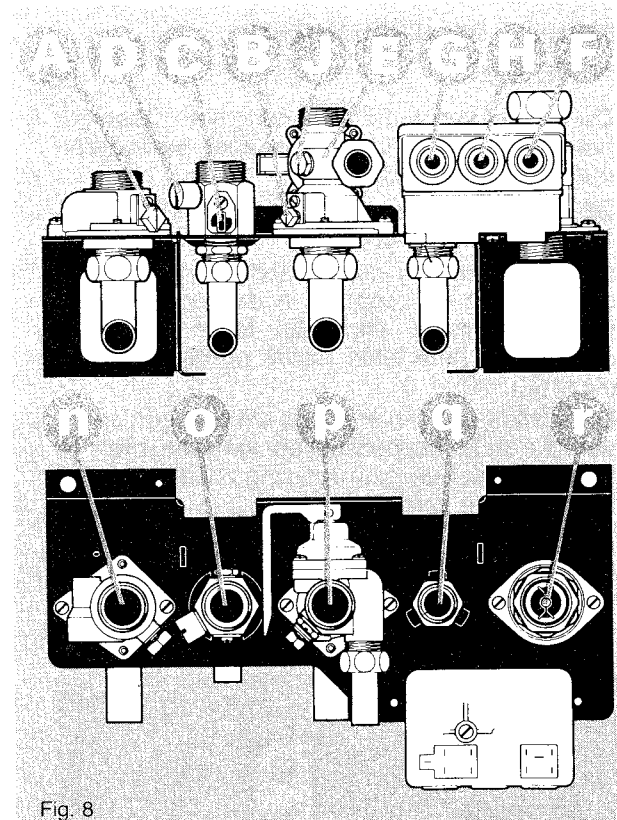

Fig. 8
De montageplaat, onder de ketel bevestigd, is als volgt samengesteld (fig. 8) :
N.B. Het circuit van de veiligheidsklep moet een inrichting omvatten die het weglopen van het water zichtbaar maakt. Deze inrichting (bijvoorbeeld een trechter in open lucht), moet zo dicht mogelijk bij de ketel worden gemonteerd. Op deze inrichting moet men het water, door de overdruk beveiliging gelost, opvangen (D fig. 8).
- Afsluitkraan (C fig. 8) sluiten. Een warmwater kraan openen.
- Overdrukzekerheid (D fig. 8) losvrijzen.